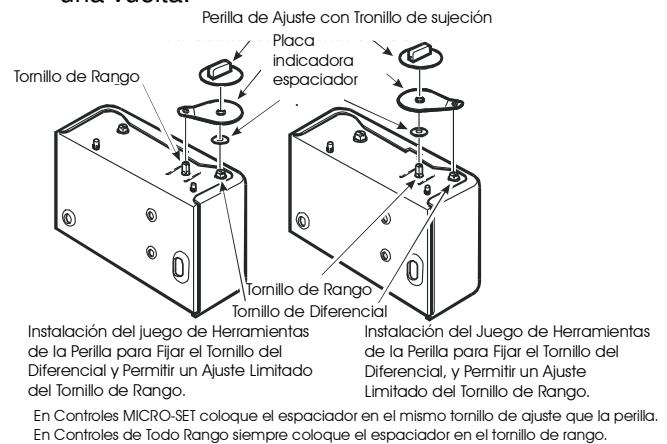

Figura 9: Instalación del Juego de Herramientas del Ajuste de Perilla Limitado
- 3. Coloca la placa indicadora, como se muestra en la Figura 9, para fijar el tornillo de rango o el tornillo del diferencial en el ajuste deseado.